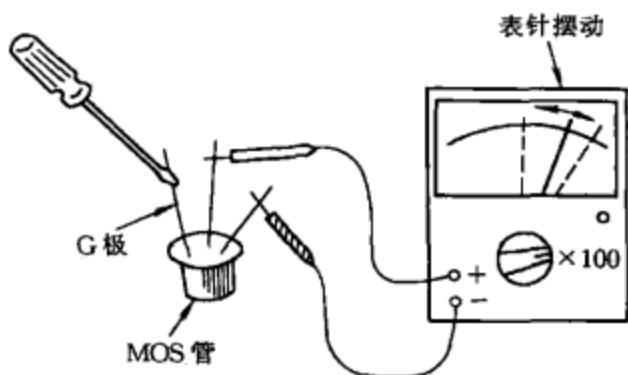

图 4-39
(2) 估测绝缘栅场效应管（MOS 管）的放大能力时，由于其输入阻抗很高，为防止人体感应电压引起栅极击穿，不要用手直接接触栅极 G，而应手拿螺丝刀的绝缘柄，用螺丝刀的金属杆去接触栅极 G，如图 4-39 所示。判断方法与测量结型场效应管相同。